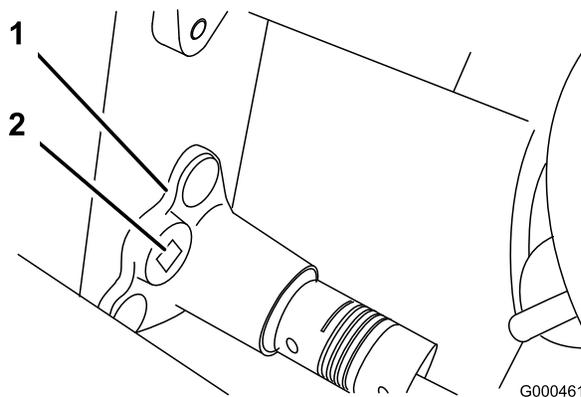

図 44
- B. 3/8インチのトルクレンチでベアリング・ハウジングを $0.4 \sim 0.46$ kg.m のトルクで回転させてベルトを張る (図 44)。